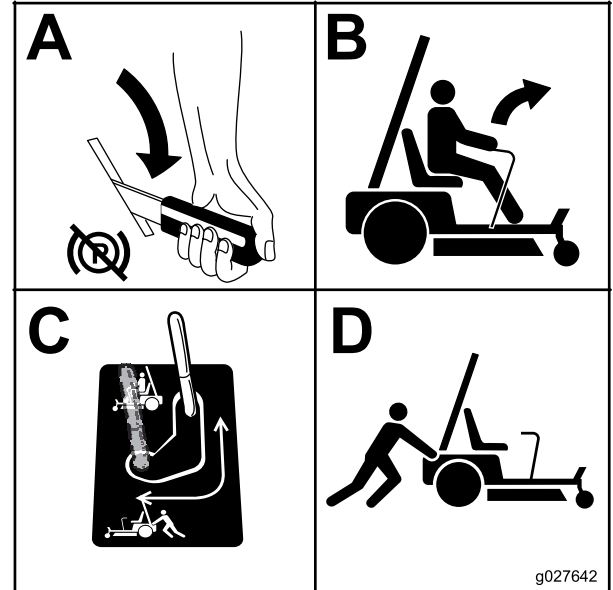

Figura 28
3. Effettuate l'operazione su ciascun lato della macchina Figura 28.
Spostate le leve by-pass nella posizione che consente di azionare la macchina (Figura 28) per innestare i motori delle ruote.